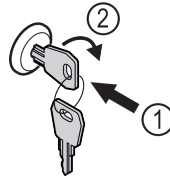

Fig. 58 Ενδεικτική απεικόνιση
- ▶ Πιέστε μέσα το κλειδί Fig. 58 (1).
- ▶ Περιστρέψτε το κλειδί 90° δεξιόστροφα Fig. 58 (2).